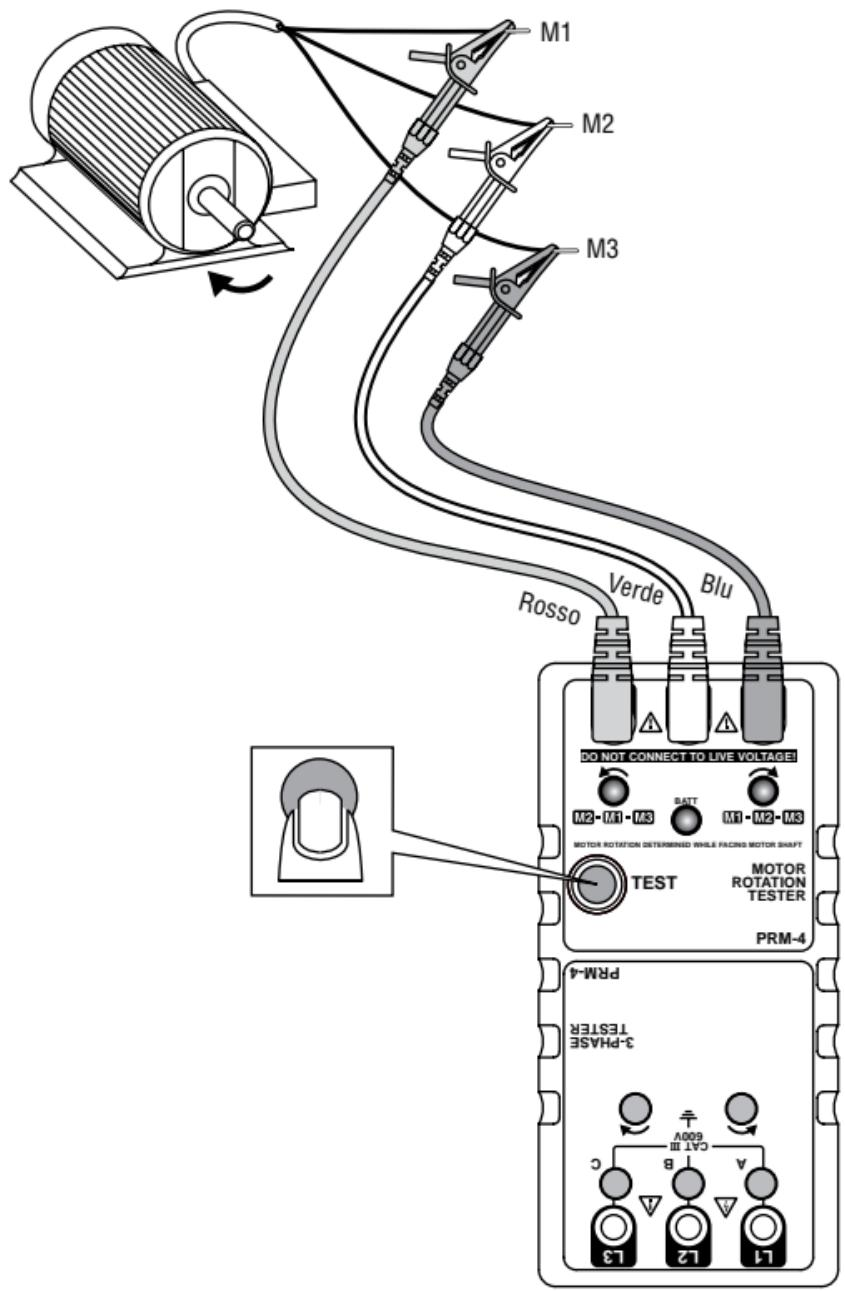

Figura 2
- Collegare i cavetti di misura codificati a colori ai tre terminali d ingresso del motore M1- M2-M3. Premere l'interruttore di alimentazione (vedi Figura 2); la spia verde si accende.